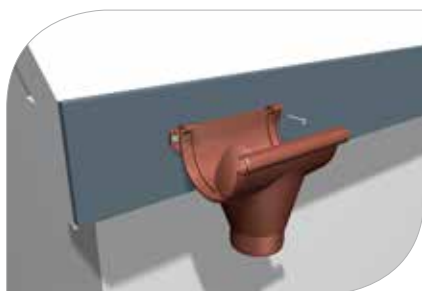

рис. 7
3.1 Определить место установки воронки. Необходимо помнить, что это всегда самая нижняя точка водосточной системы (**рис. 7**)